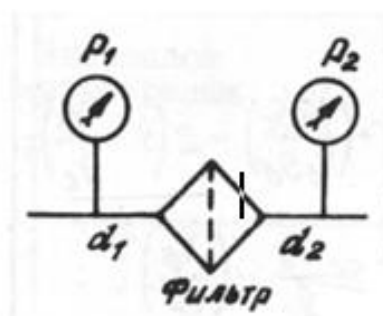

Рис. 5
8. Определить местные потери давления на полнопоточном фильтре, установленном в трубопроводе (рис. 5), если расход жидкости Q , показания манометров $p_1 = 0,1 \text{ МПа}$, $p_2 = 0,25 \text{ МПа}$, а диаметры труб $d_1 = 5 \text{ мм}$, $d_2 = 10 \text{ мм}$, кинематическая вязкость и плотность жидкости $\nu = 0,4 \text{ см}^2/\text{с}$ и плотность $\rho = 1000 \text{ кг/м}^3$. Потерями на трение по длине пренебречь.